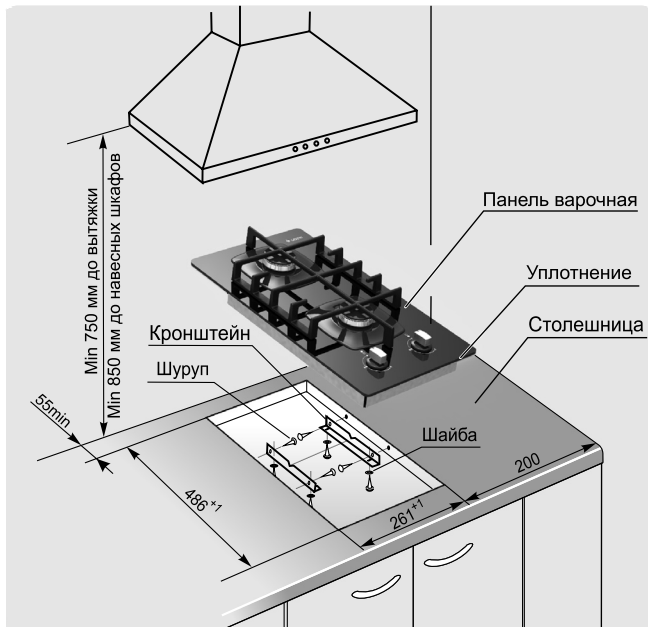

Рис. 4
1. Точно разметить на столешнице контур проема под прибор в соответствии с рис. 4. Минимальное расстояние от края проёма до боковых вертикальных стенок (справа или слева) - 200 мм, до задней стенки - 55 мм. Стена за прибором должна быть облицована термостойким материалом (например керамической плиткой и т. п.).